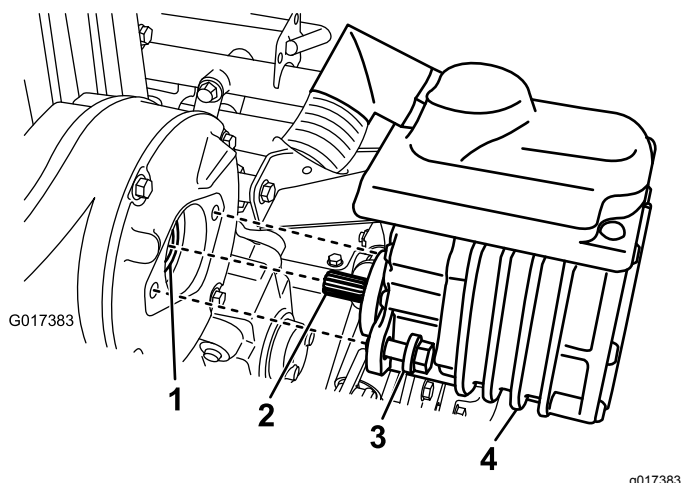

Figure 40
2. Retirez les 2 boulons qui fixent le moteur au carter de transmission (Figure 40).
4. Avec une pompe à graisse, injectez 1 ou 2 jets de graisse dans l'accouplement femelle du carter de transmission (Figure 40).